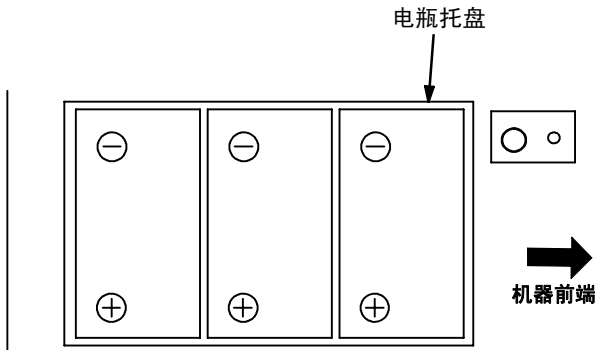

图 3
- 小心地把电瓶放入电瓶托盘并按图所示有电瓶接线柱的位置放置。电瓶就位后拆下电瓶把手以便放电瓶盖。(图 3)